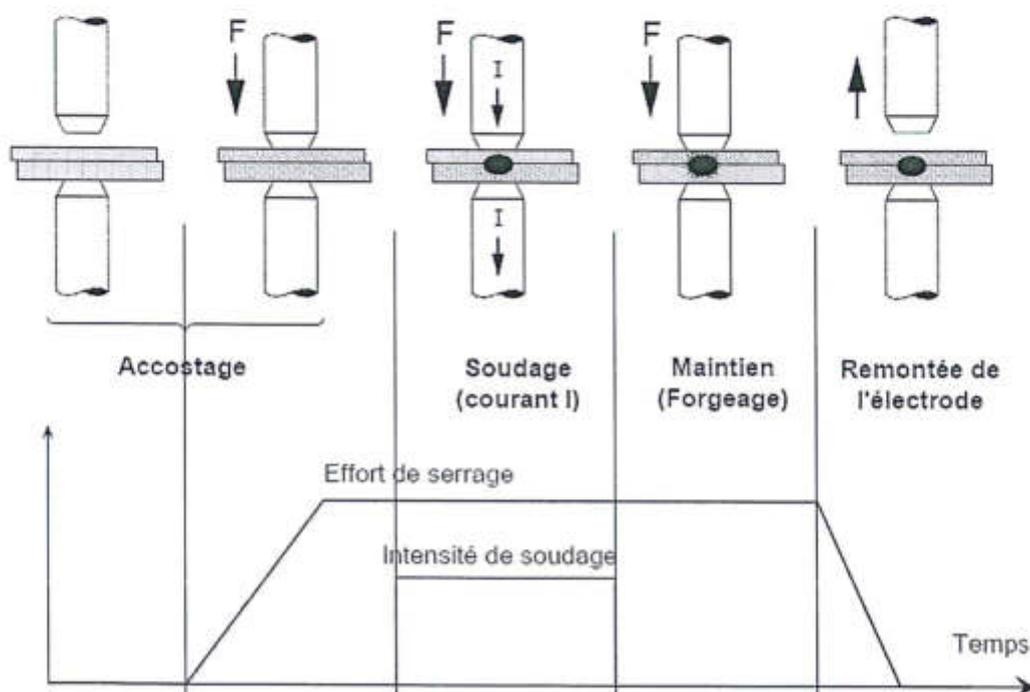

Figure 12 : Les différentes phases d'un cycle de soudage par point
**La remontée de l'électrode** : l'ensemble des deux tôles peut alors être translaté afin de procéder à la soudure d'un nouveau point, Figure 12.